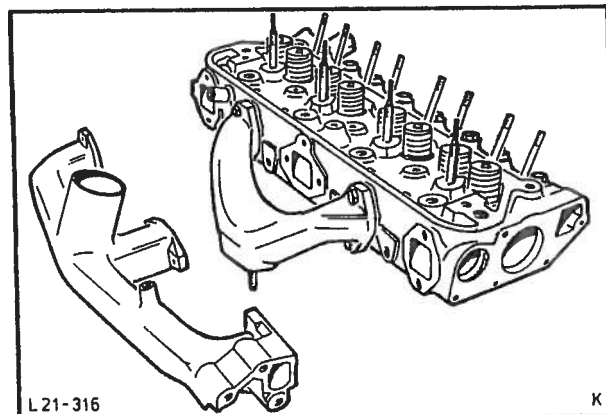

Fig. 131 Demontering av innsugningsmanifold.
1. Demonter innsugning- og eksosmanifold fra topplokket (6 og 4 bolter), fig. 131.